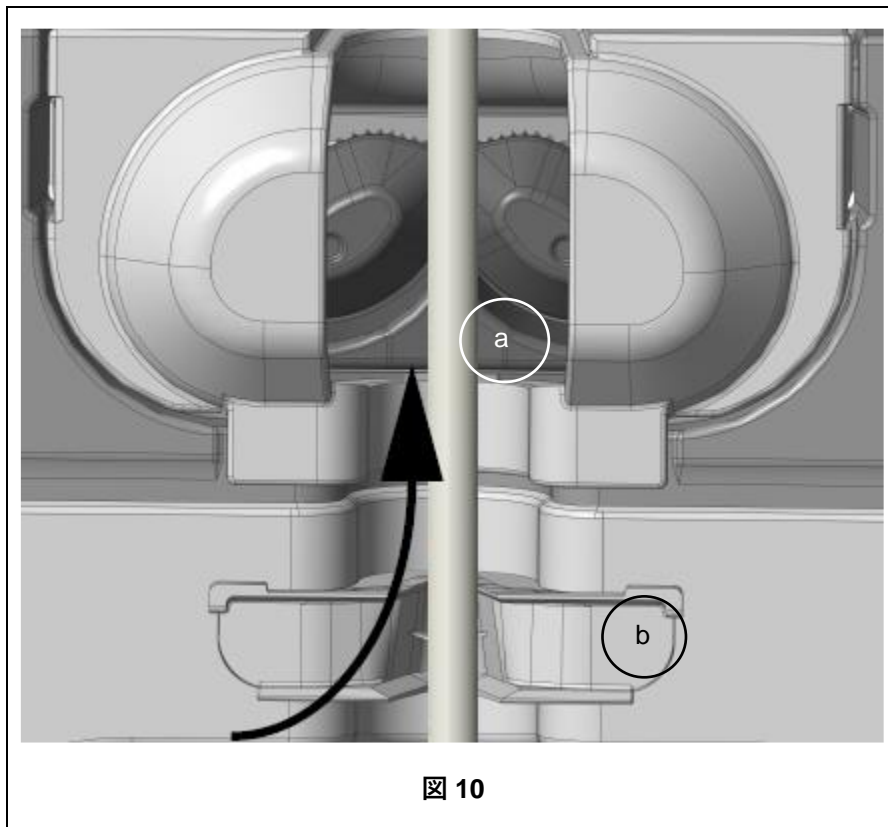

図 10
74. 2 カ所のクランプ（図 10 参照）でプローブケーブルをしっかりと室内に固定します。